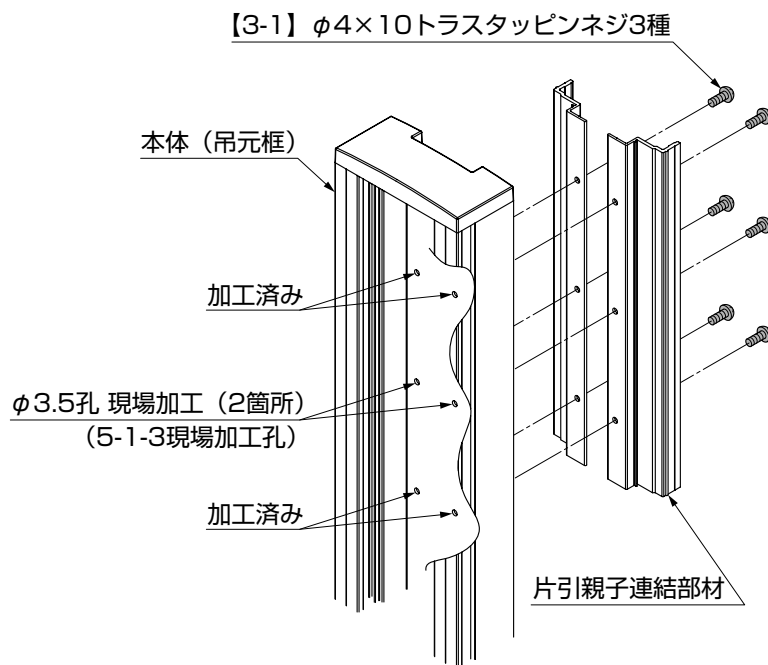

図5-6
- ① 本体の吊元框に片開親子連結部材を【3-1】で組付けてください。(図5-6参照)
(5) 本体と連結本体の連結